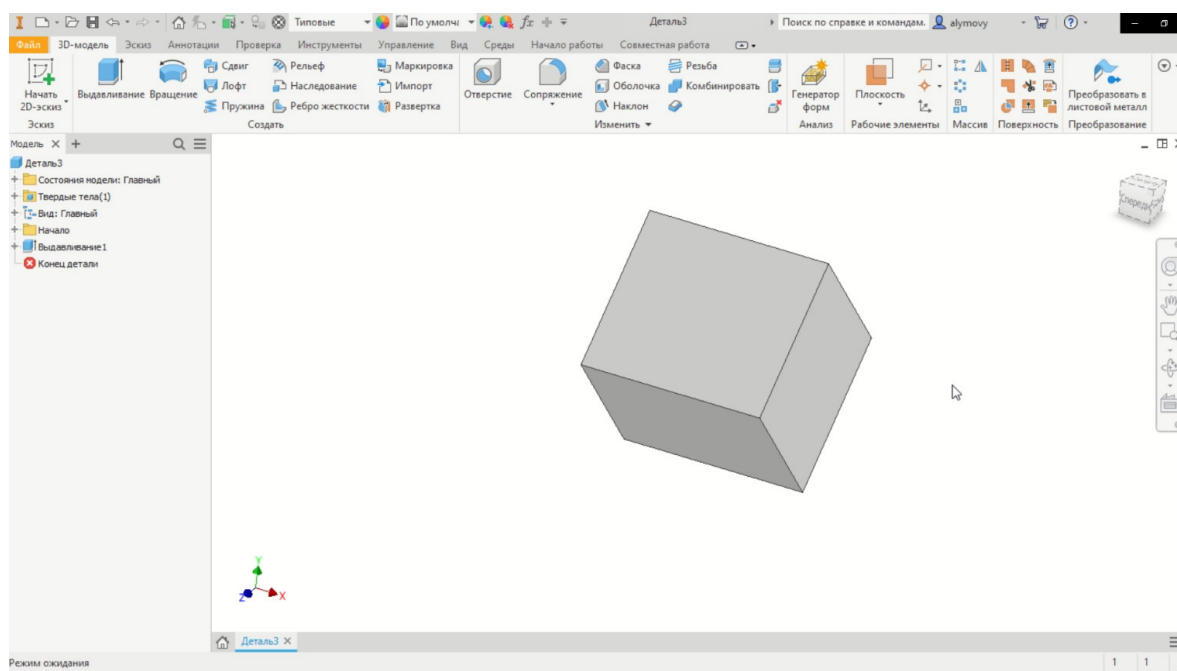

Рис. 13
2. Далее, используя команду **Выдавливание**, на базе созданного эскиза создаём 3D-модель призмы (рис. 13).